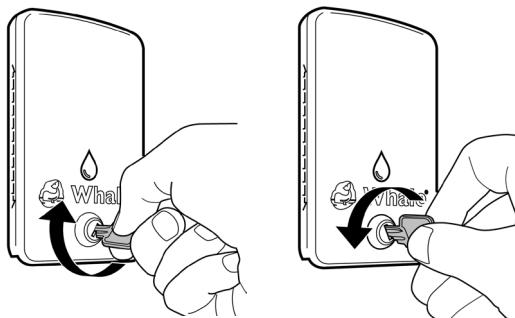

Figure 3. Verrouiller et déverrouiller le couvercle
- (*Figure 3*) Les couvercles de la Bouchon de remplissage du réservoir embarqué et de la Bouchon de remplissage du réservoir embarqué + 12v comportent un verrou pour la sécurité et pour limiter l'accès à votre alimentation en eau fraîche. Tournez dans le sens des aiguilles d'une montre pour verrouiller et dans le sens inverse des aiguilles d'une montre pour déverrouiller le couvercle.